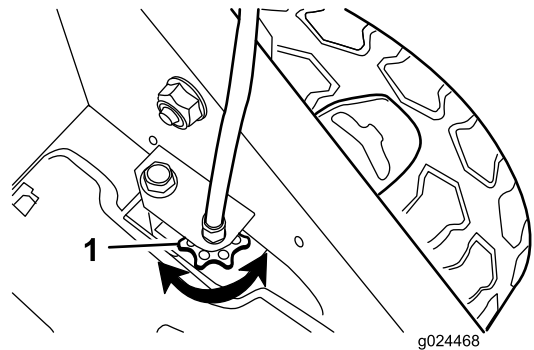

Figure 22
- Si les roues ne tournent pas quand vous engagez la barre de commande d'autopropulsion, la courroie de déplacement n'est pas assez tendue. Tournez une fois la molette de commande des roues (Figure 22) dans le sens horaire et répétez les opérations 4 à 6.
- Si les roues tournent quand vous engagez la barre de commande d'autopropulsion, la courroie de déplacement est trop tendue. Tournez une fois la molette de commande des roues (Figure 22) dans le sens antihoraire et répétez les opérations 4 à 6.